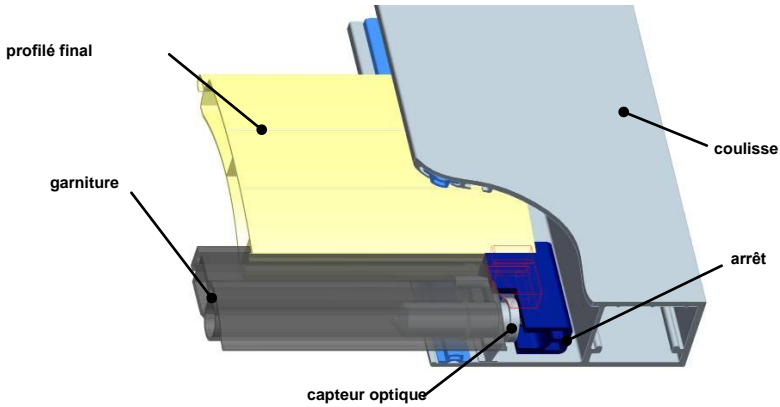

Fig. 4 Disposition des composants de protection du bord inférieur
1.3.6.3.1 Les capteurs optiques doivent être fixés de deux côtés sur la garniture d'étanchéité, située dans le profilé final. Afin de ne pas abîmer les capteurs optiques il est nécessaire d'installer des arrêts de deux côtés (fig. 4)